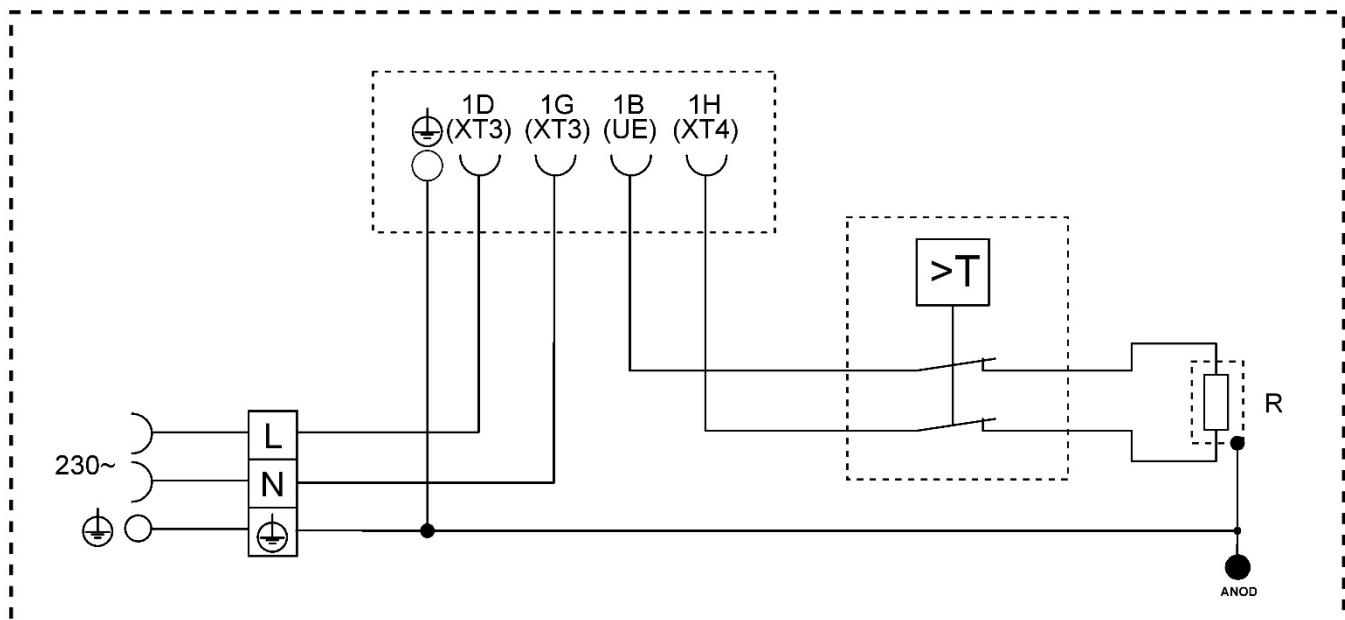

Figure 2.6-1.
4. Les câbles de branchement et le fil marqué en vert/jaune doivent être connectés au bornier. Pour effectuer la connexion, retirez les vis du capot du coffret de commande, et retirer le capot. Tous les éléments électriques deviennent ainsi accessibles. Parmi les câbles situés dans la moitié inférieure du capot du coffret de commande, cassez celui muni de l'étiquette. (« Cassez au moment du branchement »). Le bout du câble de conduite en caoutchouc sortant du sac attaché à l'appareil doit être coupé, puis le conduit du câble doit être fixé au câble de réseau. Les câbles de connexion doivent être connectés au bornier de gauche en fonction de l'étiquette de phase. (L, N, \oplus). La fixation du câble et le collier de serrage du câble doivent être resserrés définitivement, puis le caoutchouc de conduite du câble doit être scellé à la surface horizontale inférieure du cadre du capot, de manière à ce qu'après la fixation du capot celui-ci protège les parties électriques de toute infiltration d'eau. Le schéma de branchement électrique du chauffe-eau est présenté sur la **figure 2.6-1**, qui est également placée sur le capot du coffret de commande.